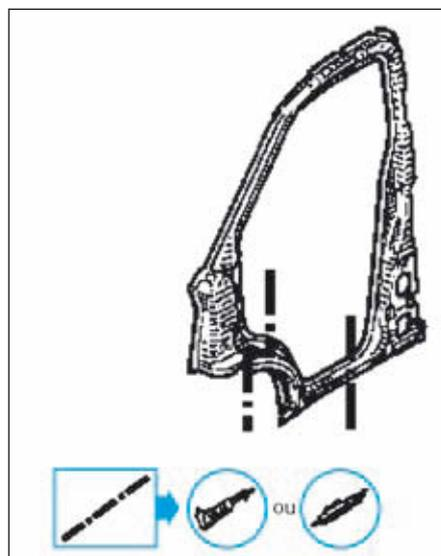

FIG. 24
- Tracer puis découper le bas de caisse de la cabine (Fig.24).